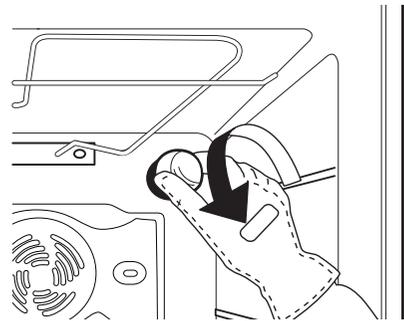

Abb. 8
- Schrauben Sie die Lampenabdeckung ab (Abb. 8). Wechseln Sie die Glühlampe aus (bezüglich des Typs siehe nachstehenden Hinweis) und schrauben Sie die Lampenabdeckung wieder auf.